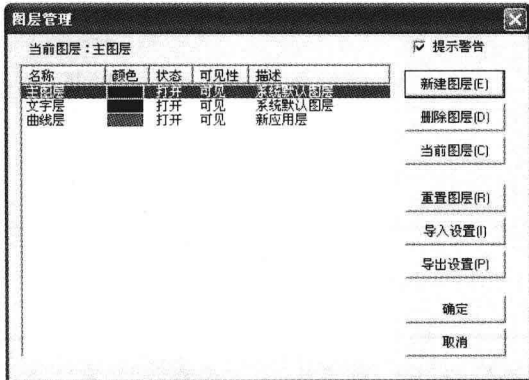

图1-15 “图层管理”对话框
- ⑧ 选择“设置”→“层设置”命令，弹出“图层管理”对话框，如图1-15所示。